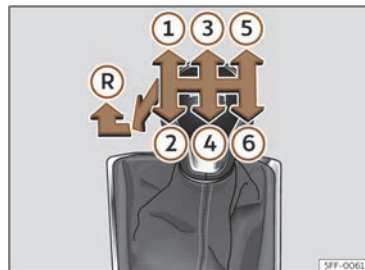

Fig. 120 Grille des vitesses de la boîte manuelle à 6 vitesses.
Les positions des vitesses sont représentées sur le levier de vitesses >>> **fig. 120**.
- Au point mort, appuyez sur le levier de vitesses, déplacez-le complètement vers la gauche puis vers l'avant pour passer la marche arrière >>> **fig. 120 (R)**.